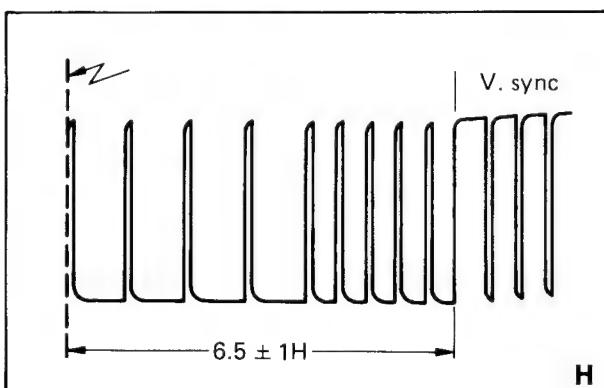

Bild 3-9
4. Trigger-Slope auf $+$ und mit R 28 6,5 Zeilen wie unter 3. einstellen (Bild 3-9).
4. Trigger-Slope auf $-$, zwischen Triggerpunkt und Vert.-Synchronimpuls müssen 6,5 Zeilen liegen (Bild 3-9).